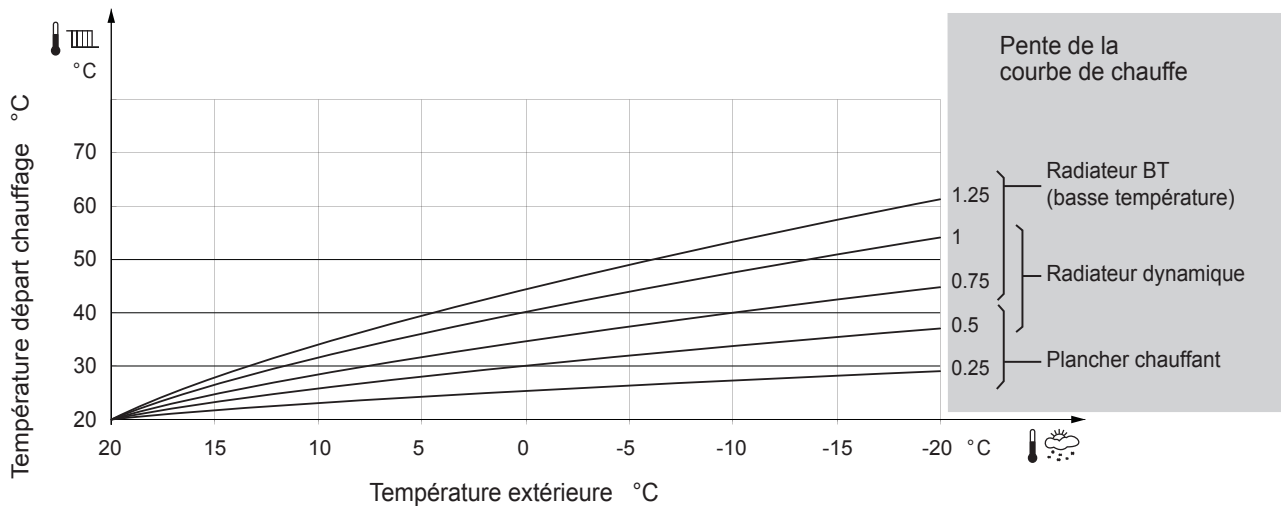

fig. 46 - Pente de la courbe de chauffe (ligne 30 / 50)
- Raccorder la sonde extérieure (*fig. 46*).
Raccorder la sonde ambiance 1 (fig. 46).
Raccorder la sonde ambiance 2 (fig. 46).